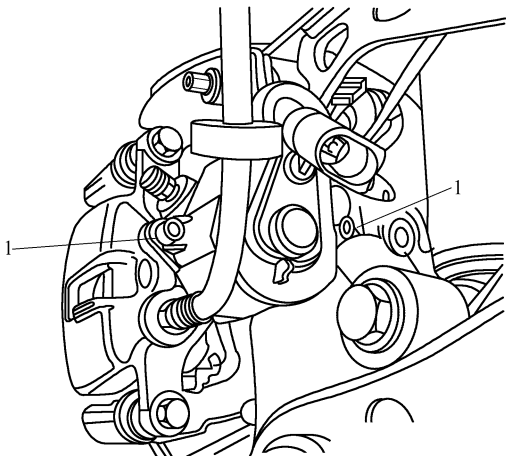

图 3-2-72 将伺服电动机的两个紧固螺栓(星形 30)旋出
(2) 将伺服电动机的两个紧固螺栓(星形 30)1 旋出，如图 3-2-72 所示。